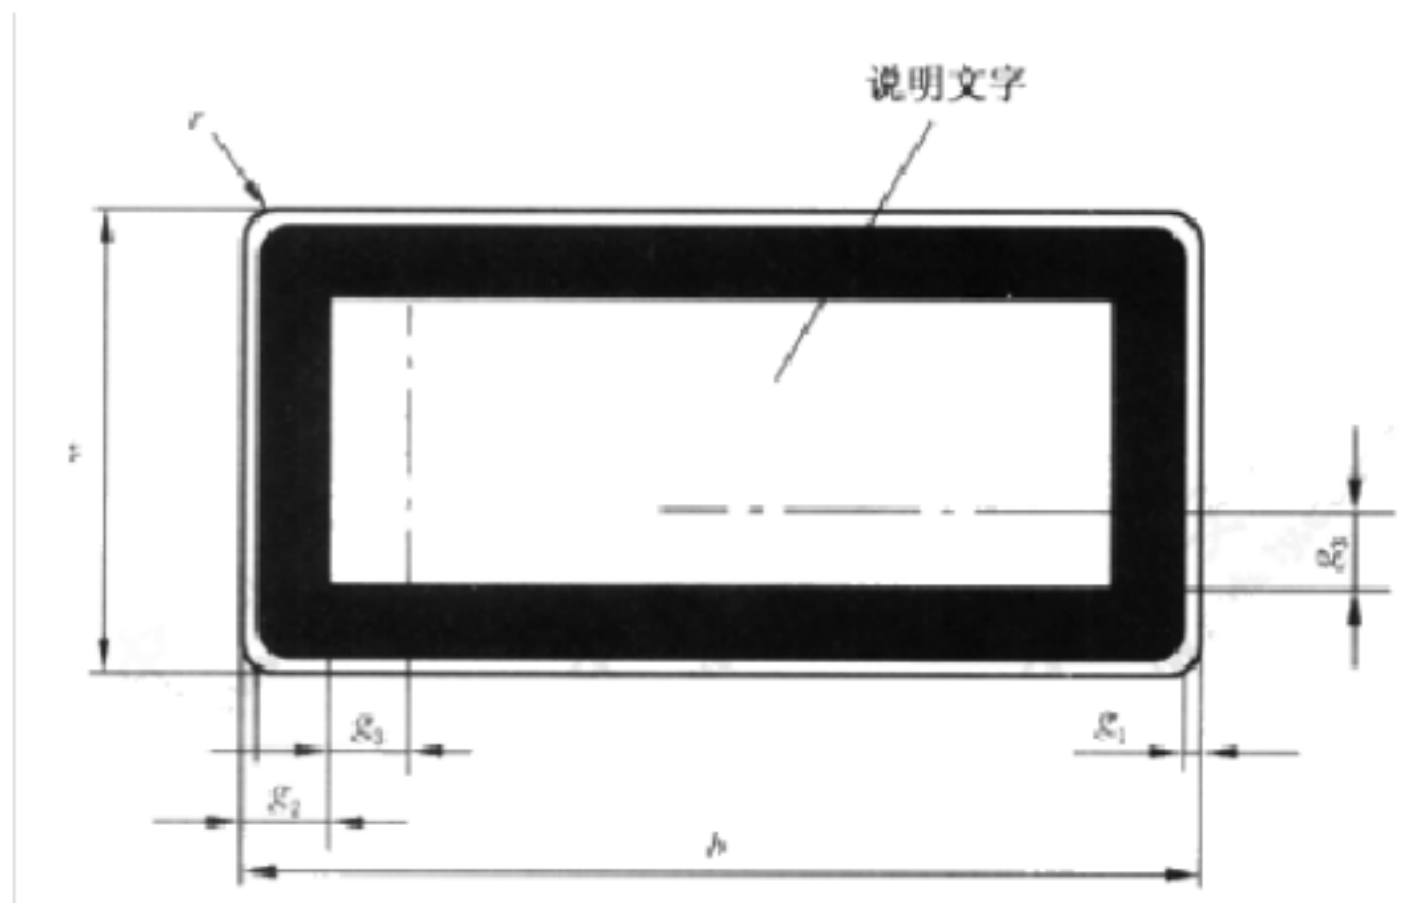

图 C.1 激光辐射窗口标志的图形与尺寸
C.1.1 激光辐射窗口标志为带说明文字的长方形 (见图 C.1)，其位置应在紧贴“当心激光”警告标志下边界的正下方。
激光产品辐射分类说明标志为带说明文字的长方形（见图 C.1），图形、尺寸、文字位置同 C.1.1、C.1.3、C.1.4 的规定。说明文字的内容必须严格按照不同的辐射分类给予说明。
C.3.1 激光辐射场所安全说明标志为带说明文字的长方形 (见图 C.1)，图形、尺寸、文字位置同 C.1.1、C.1.3、C.1.4 的规定。说明文字的内容按照不同的辐射分类给予相应的说明。